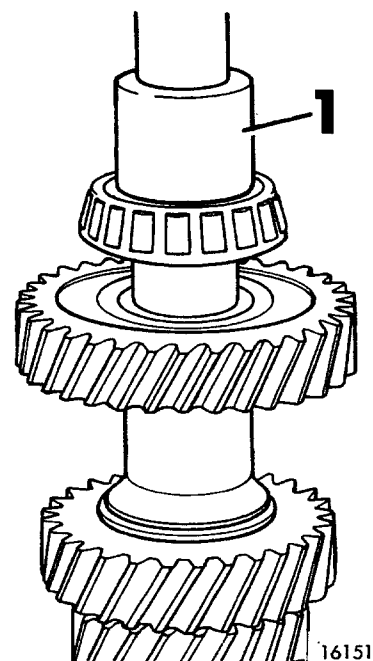

Fig 07–43. Montering av lager
1. Placera bakre växellådshalvan i fixturen, jämför med fig 07–43. I de fall endast delar i växellådan har ersatts som inte påverkar injusteringen av respektive axlar, exempelvis skiftaxlar, skiftgafflar o s v, och följaktligen måttet "A" fig 07–44 inte blivit ändrat fortsätter hopsättningen fr o m punkt 6.